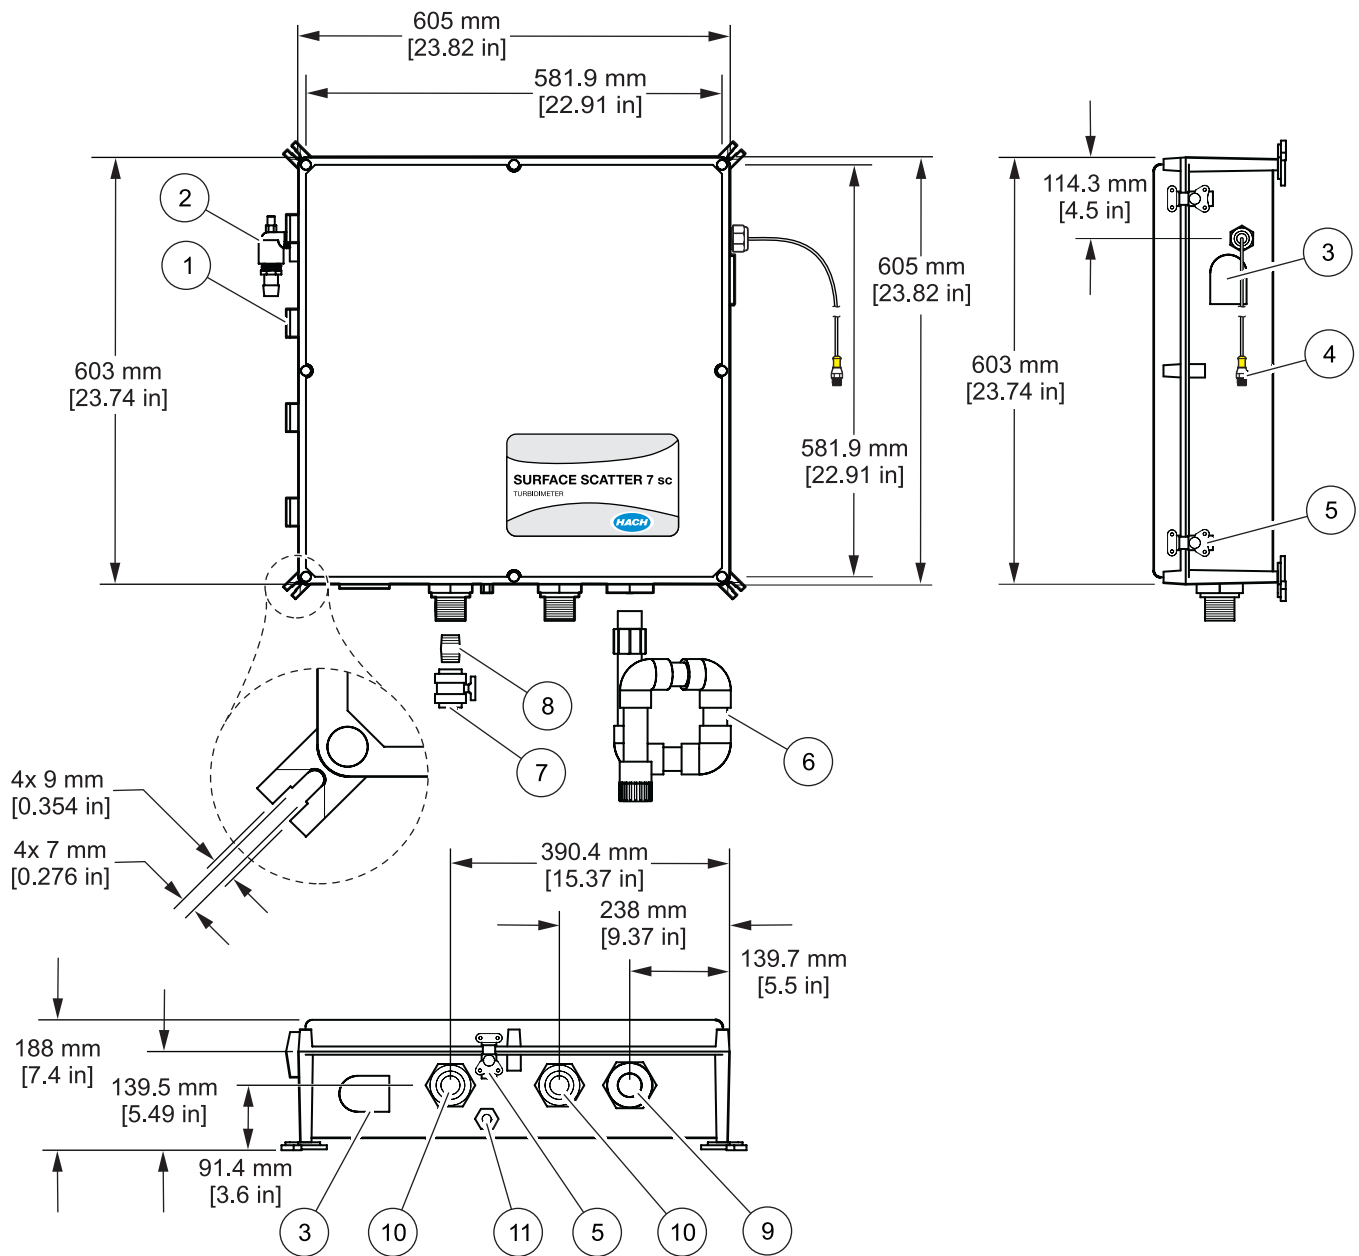
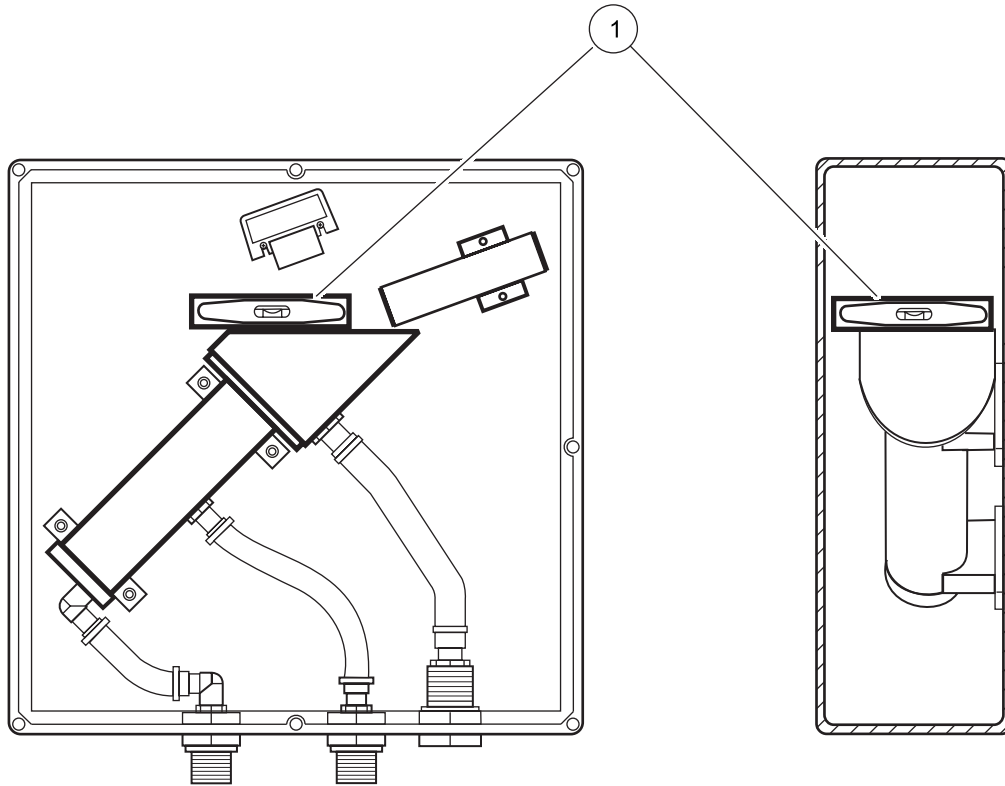
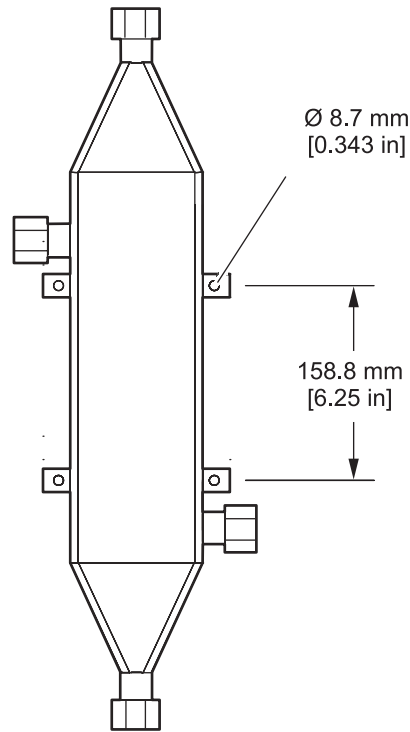

图 7 SS7 sc 型和 SS7 sc-HST 型的安装图
图 8 仪器校平
图 9 热交换器的尺寸
有关尺寸和其他安装信息参见 图 7 第 16 页，图 8 第 17 页和 图 9 第 18 页。控制和试样单元是为墙式安装而设计的。除非使用延长电缆，浊度仪的传感器必须安装在控制器的六英尺范围内。电缆最大长度为 9.6 米（31.5 英尺）。
1. 为了保证正确功能，试样单元必须是水平的（图 8 第 17 页）。使用一个小型水平仪穿过浊度仪主体的顶部开口，以便核实仪器不会左右或前后倾斜。
可以为 SS7 sc-HST 选购热交换器（目录号 48551-00）（图 9 第 18 页）。当试样温度超过仪器温度要求时，热交换器用来降低试样温度。它可以将试样温度降低至 100 摄氏度，但不适用于蒸汽或特热水。需要冷却水源。热交换器由 316 号不锈钢制成并带有 3/4 英寸 MNPT 管接头。大的管道接头可以起到消除堵塞的作用。
安装尺寸参见 图 9 第 18 页。